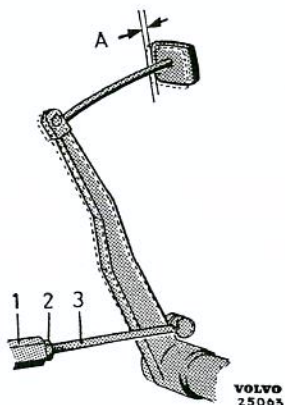

Bild 31. Justering av frigång.
Inställning av bromspedals frigång sker genom att justera länkstångens (3 bild 31) längd. Lossa därvid låsmuttern (2) samt vrid tryckstången (1) tills pedalen har en frigång av 7—12 mm (mått A). Drag låsmuttern.